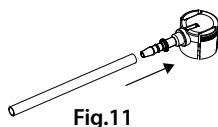

Fig.11
3. Bevestig de meegeleverde bierslang aan een van de meegeleverde Heineken adapters (Fig. 11).